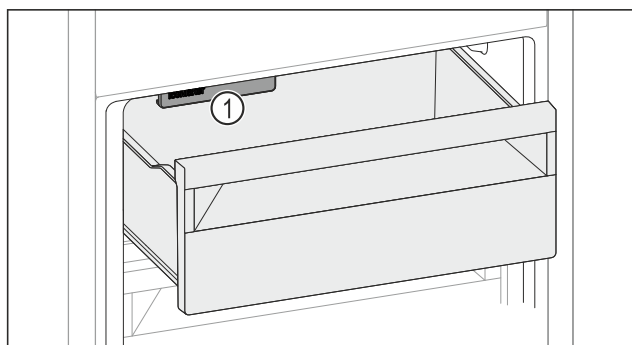

Fig. 266
- Внимавайте за IceMaker Fig. 266 [1].